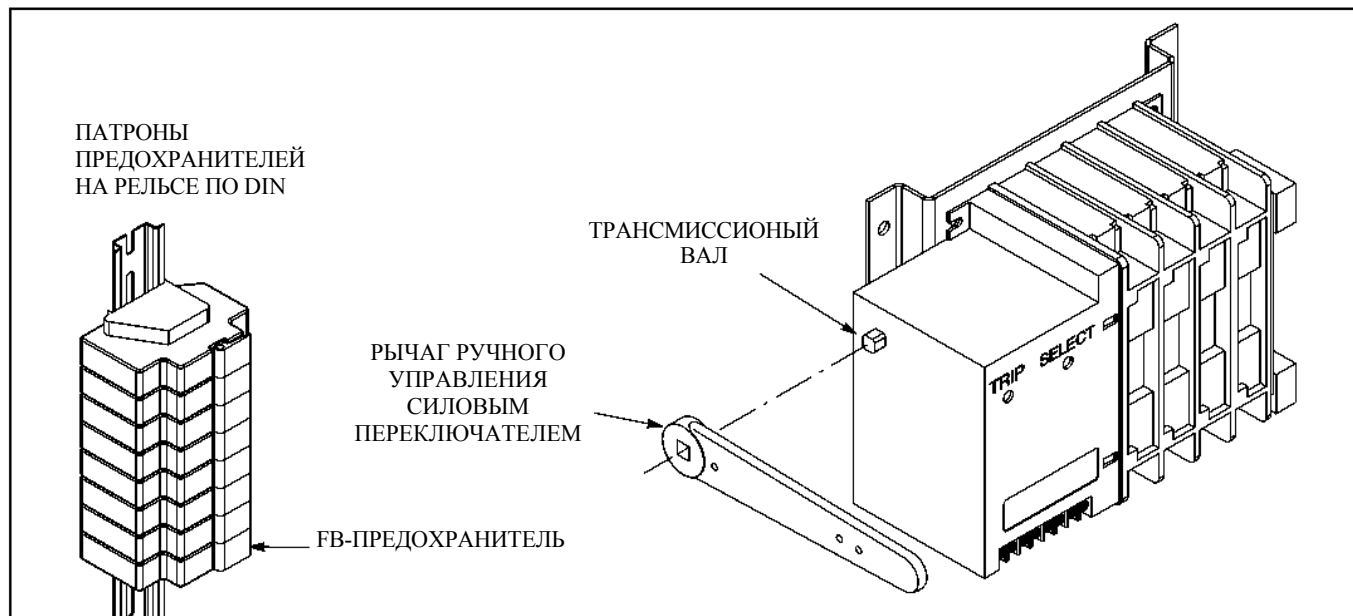

РИСУНОК 4-1. РЫЧАГ РУЧНОГО УПРАВЛЕНИЯ
Для переключения нагрузки вручную силовой переключатель оснащен рычагом (см. Рисунок 4-1). Ручное управление должно выполняться только квалифицированным персоналом и **ТОЛЬКО В УСЛОВИЯХ БЕЗ НАГРУЗКИ**. Следуйте процедуре, описанной ниже:
3. Отключите питание от элемента управления с помощью отсоединения плавкого FВ-предохранителя (см. Рисунок 4-1).